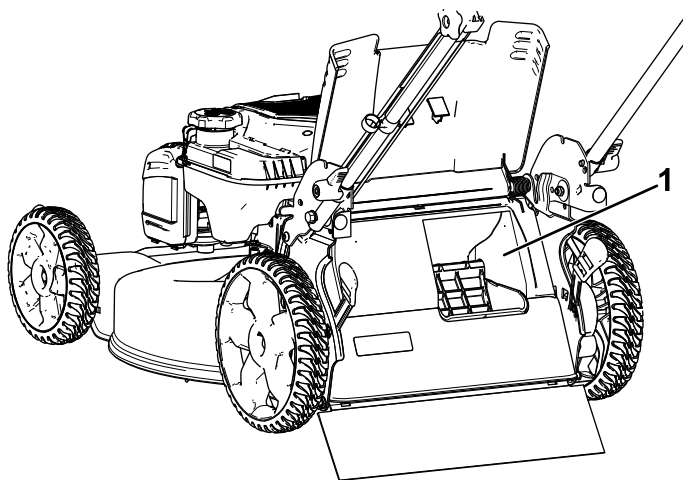

Figura 19
**Importante:** Per il corretto funzionamento, spegnete il motore, attendete che tutte le parti in movimento si arrestino e poi rimuovete eventuale sfalcio e detriti dallo sportello Bag-on-demand e dall'apertura circostante (Figura 19) prima di spostare la leva Bag-on-demand dalla posizione 1 a un'altra posizione.